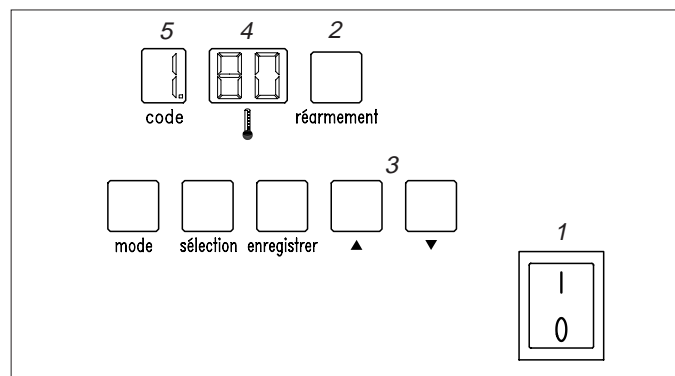

Fig. 1 Tableau de commande
6. Enclencher l'interrupteur principal de la chaudière (*position '1', fig. 1, rep. 1*).
1. Mettre l'interrupteur principal de la chaudière dans la position '0' (*fig. 1, rep. 1*).
- l'interrupteur principal (fig. 1, rep. 1) est enclenché;
- l'afficheur indique une panne (les chiffres clignotent). Avant de tenter une remise en service de la chaudière en appuyant la touche 'réarmement' (fig. 1, rep. 2), noter toujours exactement tout le code de panne (3 chiffres, y compris le clignotement et les points). Ce code ci-permet l'installateur de détecter rapidement la cause de la panne.